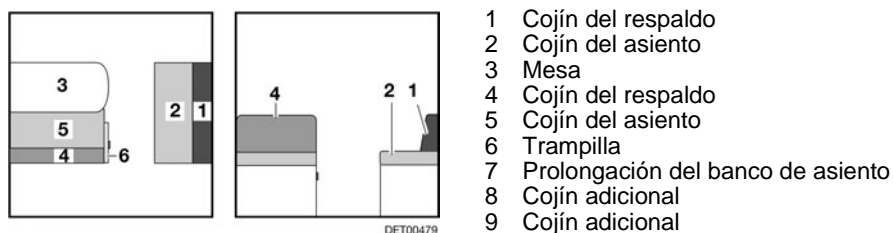

Fig. 112 Antes de la transformación
- Ampliar la mesa (Fig. 112,3) y transformarla en base de cama (véase apartado 7.7).
- Tirar del asidero y abrir la trampilla (Fig. 112,6).